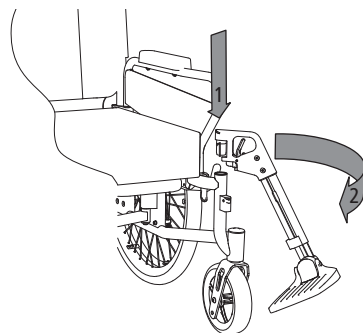

Abb. 4
1. Hängen Sie die Beinstütze seitlich von oben ein (1, Abb.4) und schwenken Sie diese nach vorne (2, Abb. 4). Dabei rastet die Beinstütze deutlich hörbar ein.